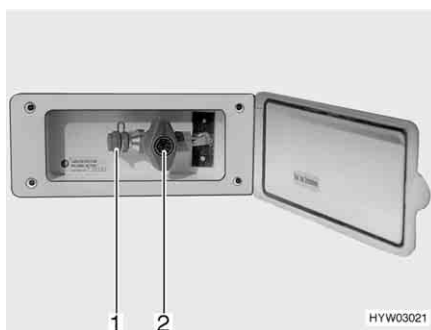

Fig. 85 Presa gas esterna, rubinetto di arresto del gas chiuso
La presa gas esterna si trova (Fig. 85) sul lato anteriore destro vicino al vano portabombole.
- Collegare l'apparecchio a gas esterno all'attacco (Fig. 85,1).
- Aprire il rubinetto di arresto del gas (Fig. 85,2).